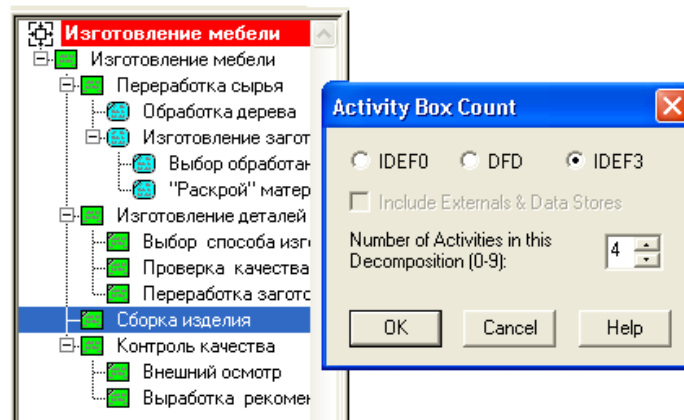

Рис. 6.10. Выбор нотации IDEF3 в диалоге Activity Box Count
3. В диалоге **Activity Box Count** установите число работ 4 и нотацию **IDEF3** (рис. 6.10.).